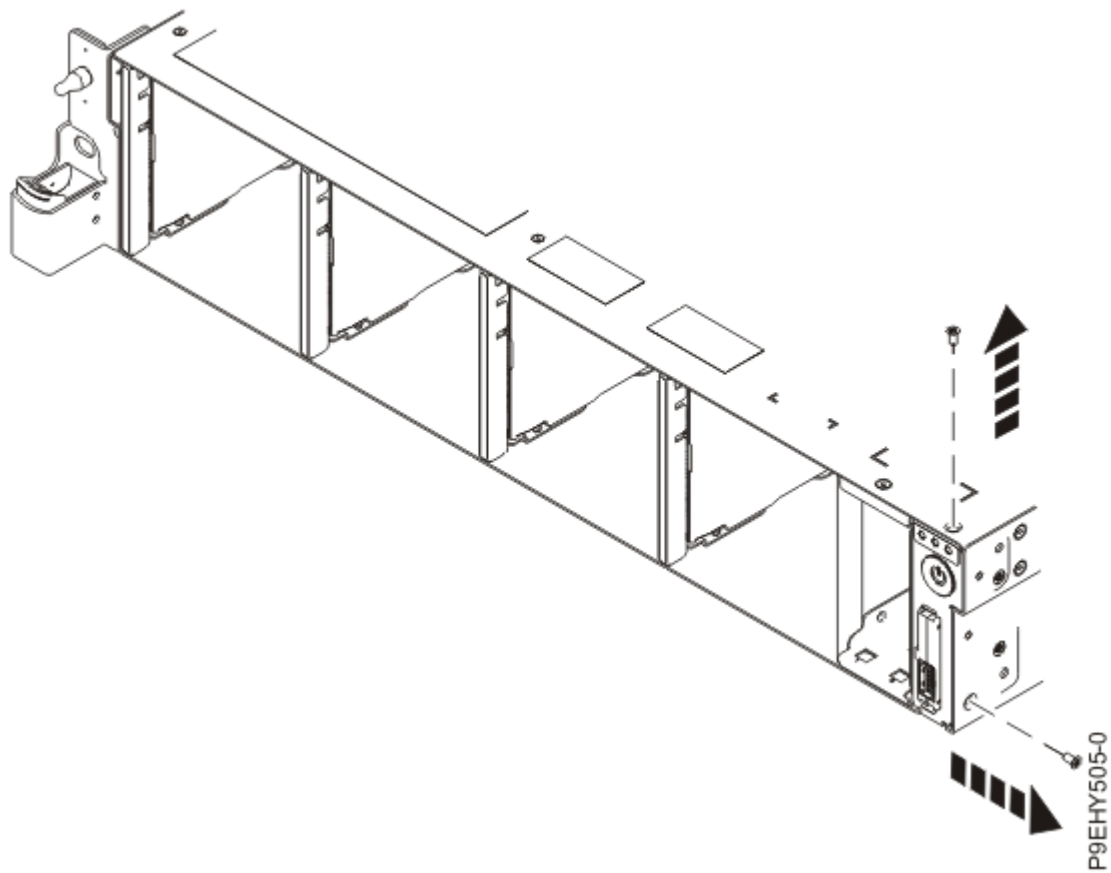

図 38. 上下のねじの取り外し
8. 電源スイッチから上下のねじを取り外します (56 ページの図 38 を参照)。